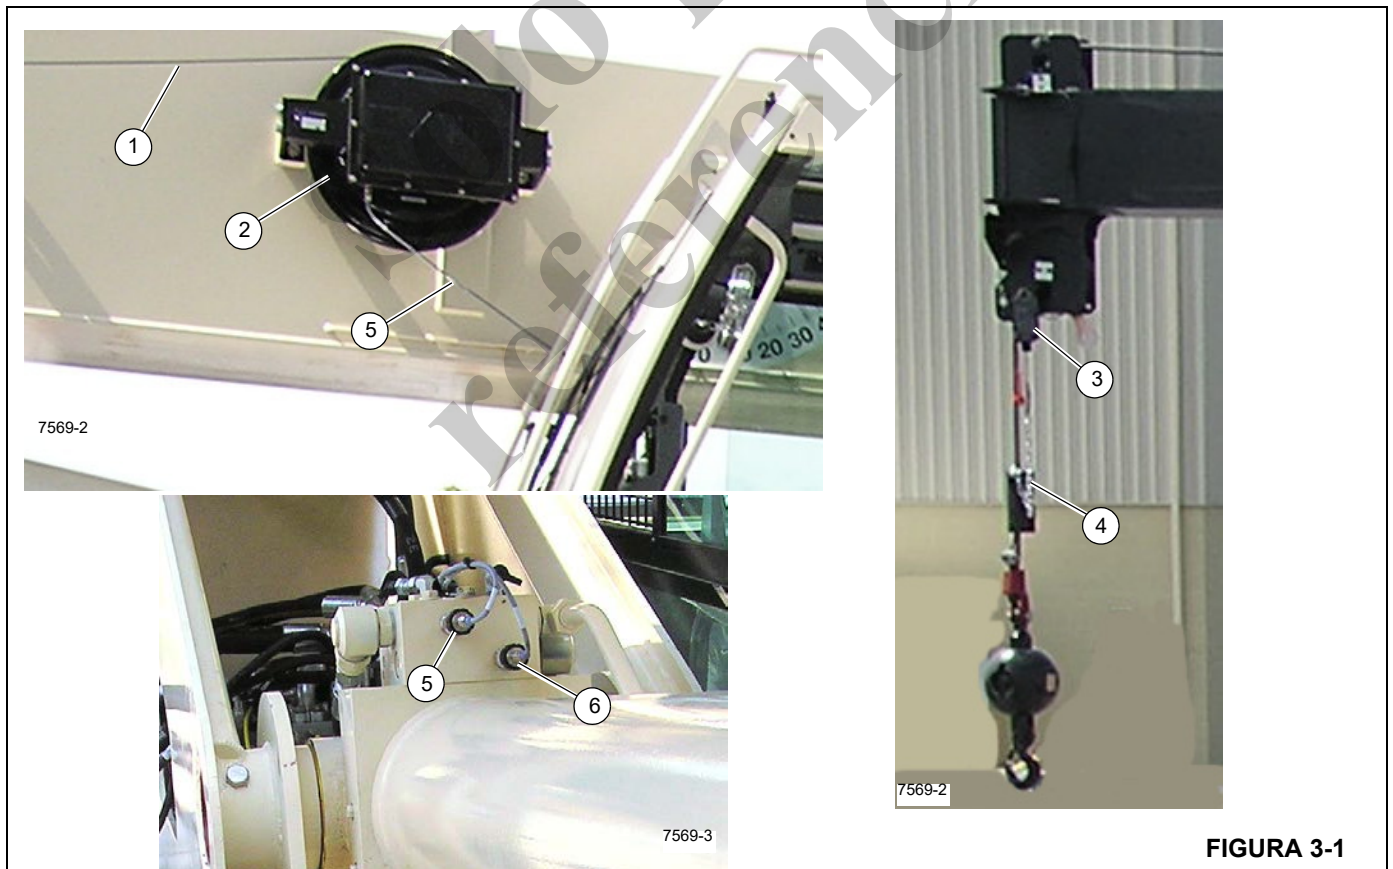

FIGURA 3-1
El cable A2B de la pluma (1, Figura 3-1), pasa del carrete A2B a través de la pluma y llega al conjunto del interruptor A2B (3). El cable de conjunto de interruptor de A2B se conecta al peso de prevención del contacto entre bloques.